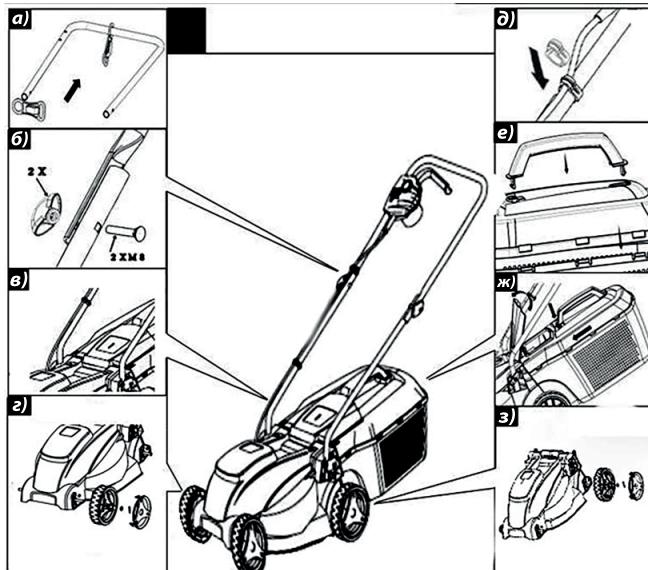

Рис. 2
Сборка электрической газонокосилки (Рис. 2)
1. Повесьте крючок для кабеля на верхнюю часть ручки (Рис. 2а).
2. Соедините верхнюю и нижнюю часть ручки болтами и пластико-выми гайками-барашками из комплекта поставки (Рис. 2б).
3. Вставьте концы ручки в корпус газонокосилки (Рис. 2в).
4. Установите каждое колесо на ось и закрепите их с помощью шплинтов из комплекта крепежа (Рис. 2г).
5. Закрепите силовой кабель на ручке с помощью пластиковых фиксаторов (Рис. 2д).
6. Соберите травосборник из 2-х половинок, вставив фиксаторы половинок до щелчка. Закрепите ручку травосборника сверху. (Рис. 2е).
7. Вставьте травосборник в корпус газонокосилки , закрепив на выступах в задней части корпуса (Рис. 2ж).
8. Закрепите защитные колпаки, вставив их в колеса (Рис. 2з).